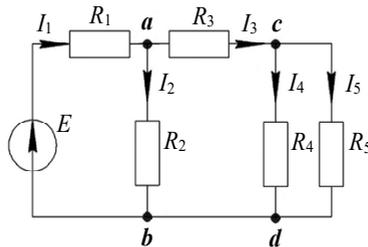

Рис. 4. Конфигурация расчетной электрической цепи
**Пример 2.** Для изображенной электрической цепи (рис. 4) определите токи ветвей. Значения параметров электрической цепи:  $E = 100$  В,  $R_1 = 6$  Ом,  $R_2 = 5$  Ом,  $R_3 = 16$  Ом,  $R_4 = 5$  Ом,  $R_5 = 20$  Ом.
Для исходной конфигурации электрической цепи (рис. 4) определим токи четвертой и пятой ветвей, применяя закон Ома: